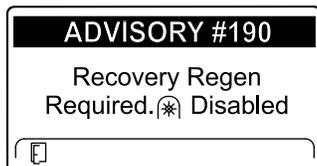

Figura 76
- Richiesta di rigenerazione di recupero – disabilitazione della presa di forza ADVISORY #190 (Figura 76)